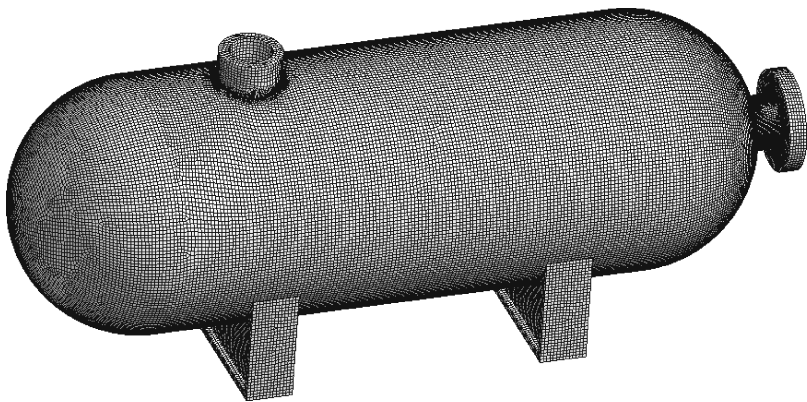

图 9-5 网格划分
(1) 在导航树里单击【Mesh】→【Details of “Mesh”】→【Defaults】→【Relevance】= 80; 【Sizing】→【Size Function】= Curvature, 【Relevance Center】= Medium, 其他均默认。
(2) 选择所有体, 右键单击【Mesh】→【Insert】→【Sizing】, 【Body Sizing】→【Details of “Body Sizing” -Sizing】→【Element Size】= 10mm; 右键单击【Mesh】→【Insert】→【Method】, 【Automatic Method】→【Details of “Automatic Method” -Method】→【Method】= Hex Dominant。
(3) 生成网格: 右键单击【Mesh】→【Generate Mesh】, 图形区域显示程序生成的六面体单元为主体的网格模型, 如图 9-5 所示。
(4) 网格质量检查: 在导航树里单击【Mesh】→【Details of “Mesh”】→【Quality】→【Mesh Metric】= Element Quality, 显示 Element Quality 规则下网格质量详细信息, 平均值处在好水平范围内, 展开【Statistics】显示网格和节点数量。